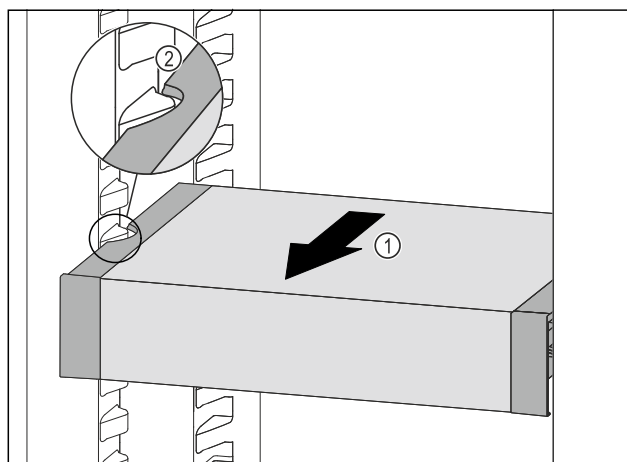

Fig. 126
- Tirare VarioSafe in avanti Fig. 126 (1) fino a quando le cavità laterali di VarioSafe non si trovano al livello della nervatura del contenitore nel vano frigorifero. Fig. 126 (2)